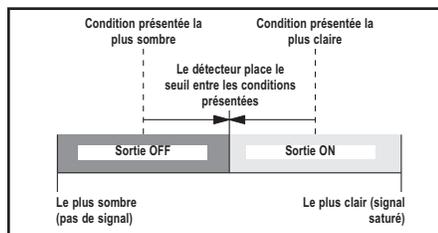

Figure 4. Apprentissage dynamique (fonctionnement clair illustré)
- Apprentissage au vol pendant que la machine est en train de détecter, en prenant plusieurs mesures de la condition claire et de la condition foncée et en réglant automatiquement le seuil au niveau optimum (voir la figure 4)